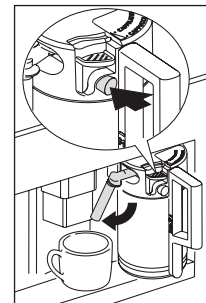

Fig. 33
- ▶ Coloque el surtidor de leche (N4) (ver Fig. 33) y, después, coloque una taza suficientemente grande bajo los surtidores de café y leche.
- ▶ Coloque un recipiente bajo el surtidor de leche. (Fig. 33).
- ▶ Mantenga pulsado el botón CLEAN (Limpiar) situado en la tapa (C3) (véase la página 117) durante al menos 5 segundos para iniciar la función de limpieza (Fig. 33).